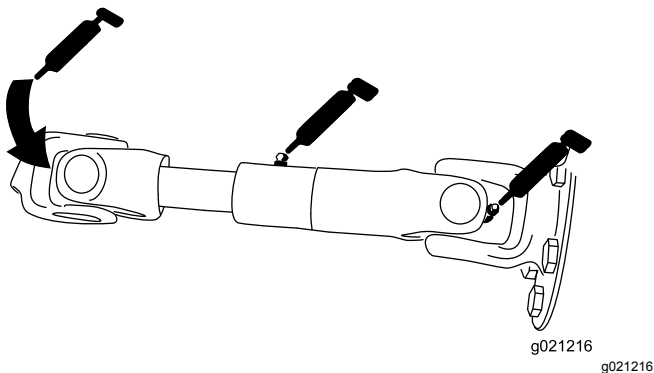

Bild 76
- Pumpenantriebswelle (3) (Bild 76)